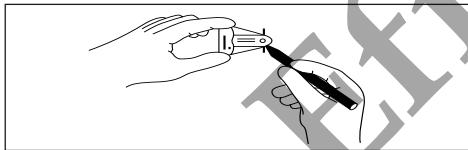

FIGURA 8
- Cuando el imán del MAGNA-FINDER™ esté perpendicular a la base del MAGNA-FINDER™, marque el tejido con un marcador quirúrgico en las dos muescas situadas en la base del MAGNA-FINDER™. La línea entre estas dos marcas indica la posición de un plano, como se muestra en la Figura 8. El MAGNA-SITE™ se encontrará en un punto a lo largo de este plano.